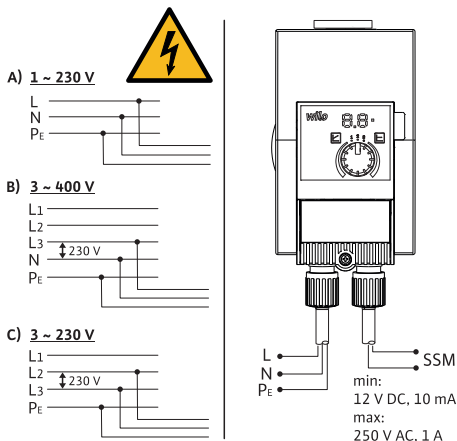

Fig. 3: Možnosti priključitve
- Priključite ju na 230-V nizkonapetostna omrežja. Pri priključitvi na IT-omrežja (oblika omrežja »Isolé Terre«) obvezno zagotovite, da napetost med fazami (L1-L2, L2-L3, L3-L1 → Fig. 3) ne bo presegala 230 V.